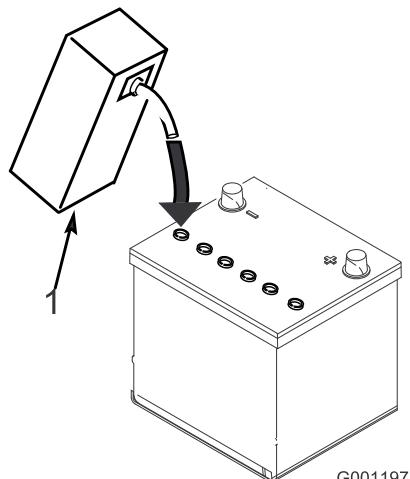

Figura 6
- Llene cuidadosamente cada celda con electrolito hasta que las placas estén cubiertas de aproximadamente 6 mm de fluido (Figura 6).